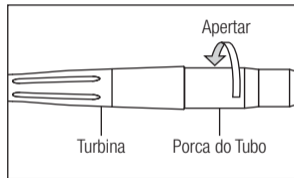

Fig. 4
- 1) Introduza corretamente a turbina no conector do tubo e aperte a porca do tubo. (Fig. 4)